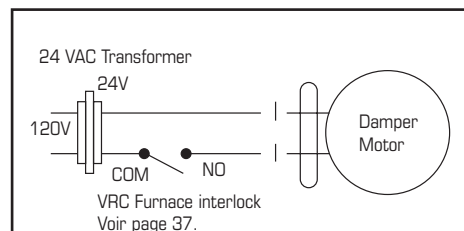

Figure 1
**Si le VRC est installé de telle sorte que le propriétaire peut désactiver le VRC au cours de l'hiver, nous vous recommandons d'installer un volet motorisé entre l'apport d'air du VRC et le retour d'air du conduit de la fournaise qui se ferme lorsque le VRC ne fonctionne pas. Voir le schéma de câblage (figure 1). Vous pouvez aussi choisir d'utiliser une VRC Fantech qui utilise un dégivrage de recirculation qui intègre un volet d'air extérieur.**